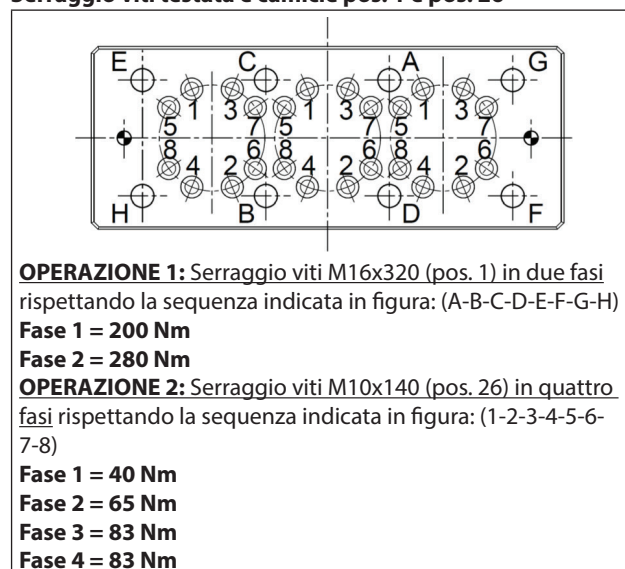

Fig. 133
*** Le viti fissaggio testata devono essere serrate rispettando le fasi e l'ordine riportato nello schema di Fig. 133.
**** Le viti fissaggio camicie devono essere serrate rispettando le fasi e l'ordine riportato nello schema di Fig. 133.